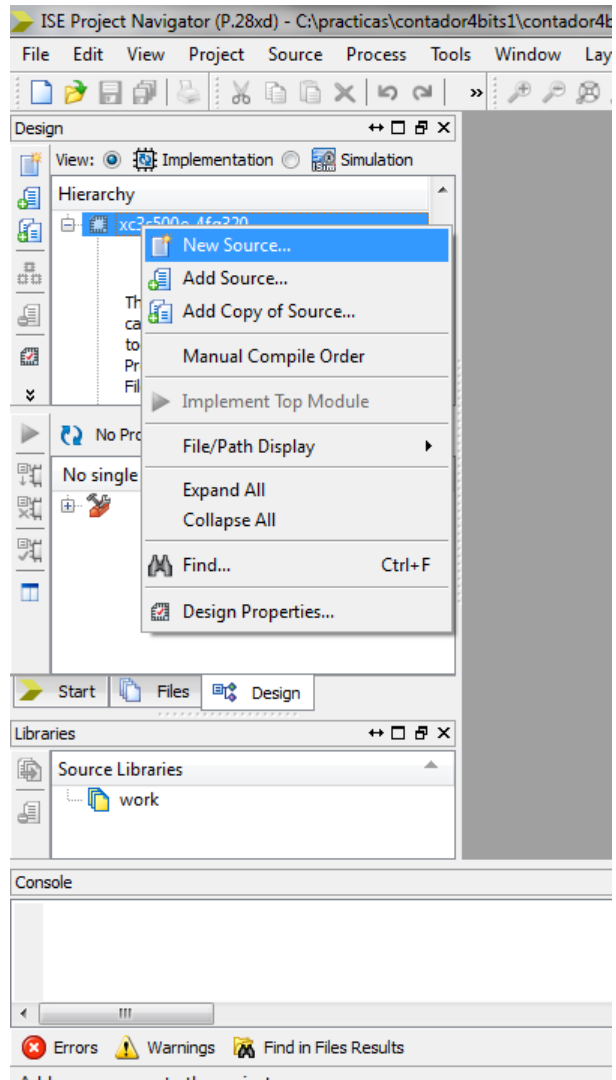

Fig. 5
4. En el tab "design" de la izquierda hacemos doble clic sobre el ícono de nuestro proyecto y creamos un nuevo recurso (New Source), como en la fig 5.